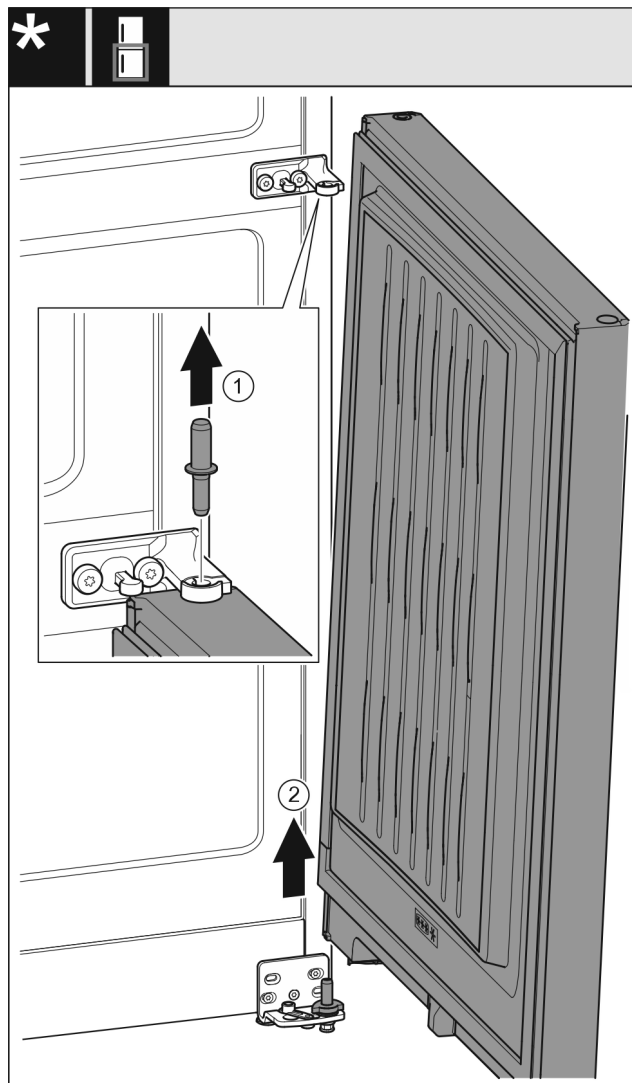

Fig. 8
- Извлеките пальцы движением вверх. Fig. 8 (1)
- Отведите дверь, потяните вверх и отставьте в сторону. Fig. 8 (2)